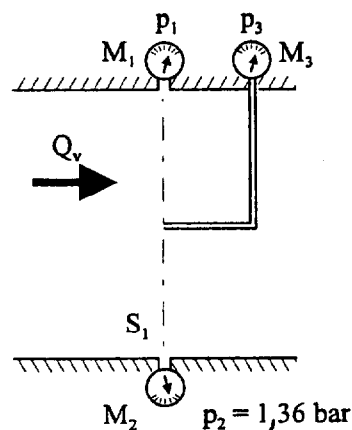

Figure 2
2. On introduit dans la conduite un petit tube, relié à un manomètre M_3 , débouchant face à l'écoulement dans la section S_1 (figure 2). Si on suppose que la vitesse U de l'écoulement est uniforme dans la section S_1 , quelle pression p_3 lit-on sur le manomètre M_3 lorsqu'il est placé à la même altitude que le manomètre M_1 ?